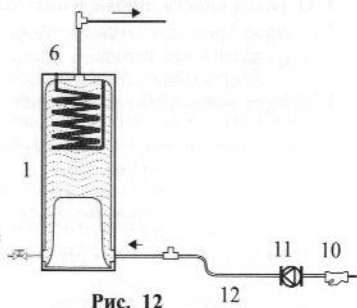

Рис. 12
1. Установка циркуляционного насоса (Рис. 12).